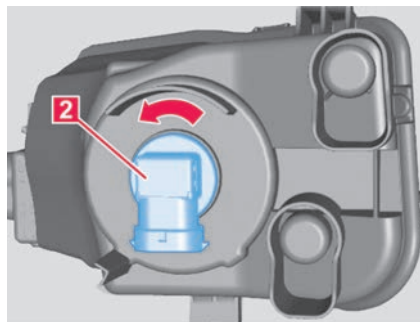

Abb. 166 Im Stoßfänger vorn: Nebelscheinwerfer von hinten (Prinzipdarstellung).
2. Steckverbindung entriegeln und vom Lampenhalter abziehen → **Abb. 166 2**.